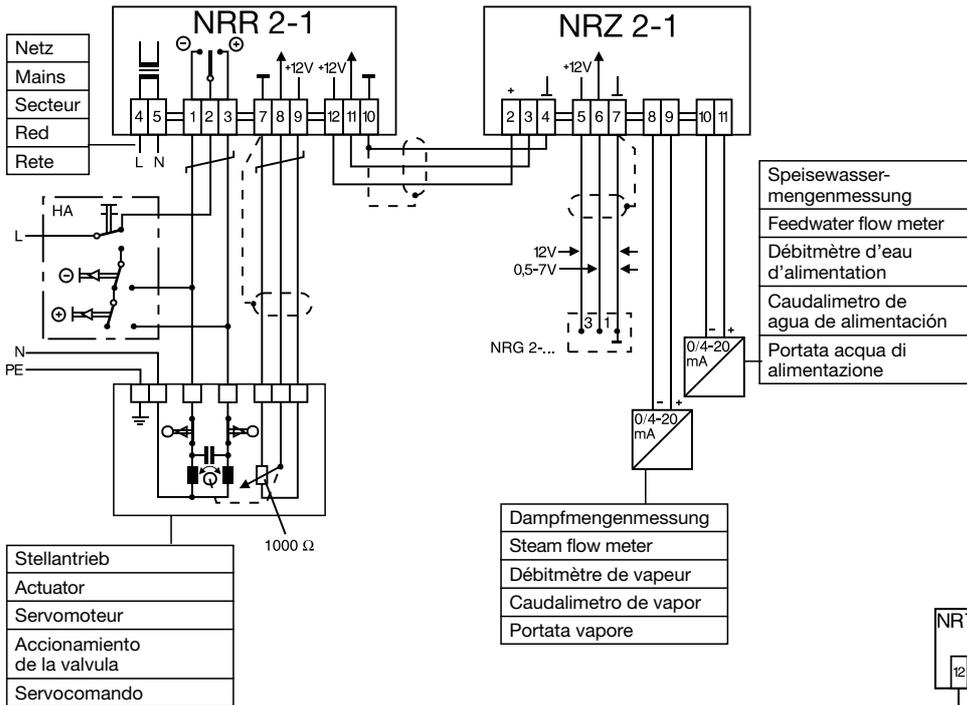
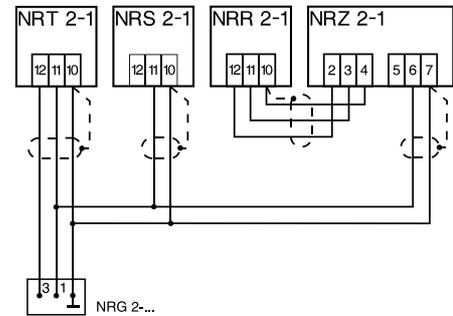
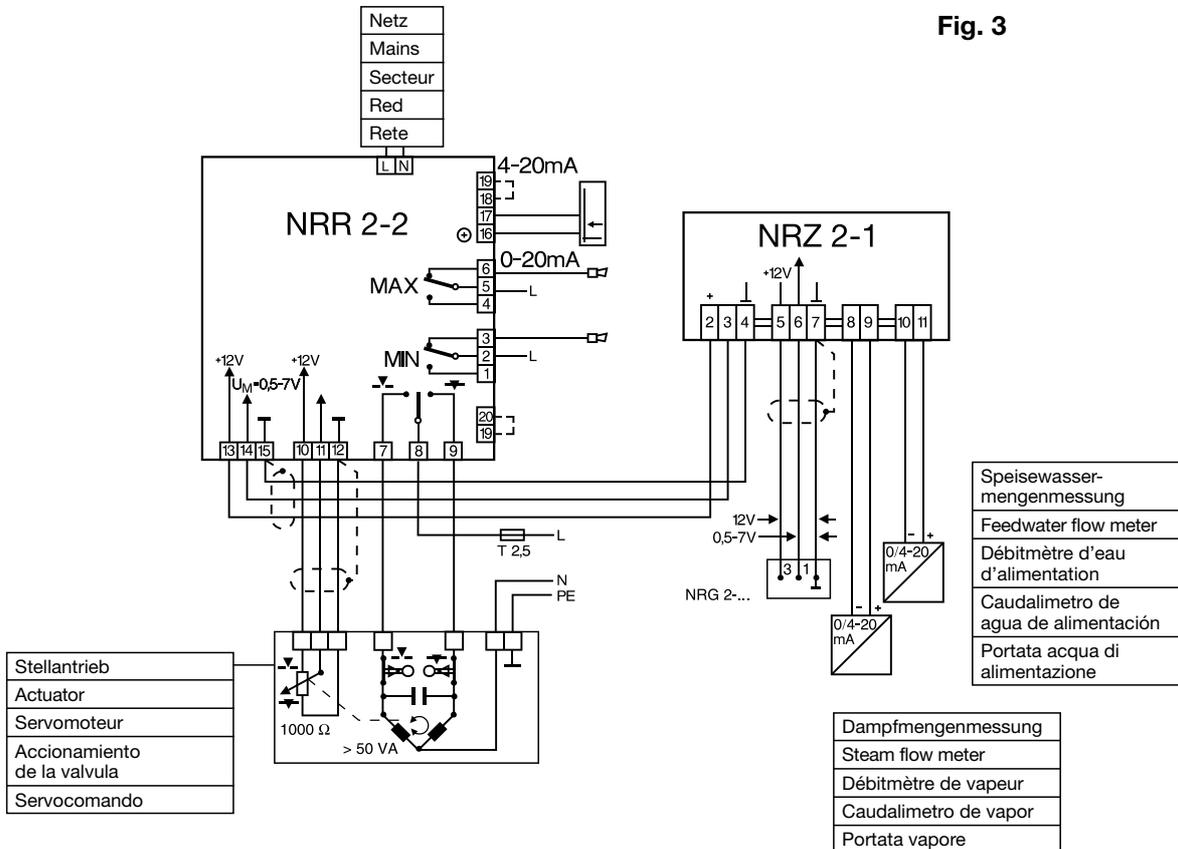

Fig. 1 Schaltplan für NRZ 2-1 in Verbindung mit NRR 2-1
Fig. 3
Fig. 2 Schaltplan für NRZ 2-1 in Verbindung mit NRR 2-2
- Klemmleiste am NRZ 2-1 gemäß Anschlußplan belegen (Fig. 1/ Fig. 2). Fig. 3 zeigt ein Beispiel für den parallelen Anschluß mehrerer Geräte. Die Zuleitung erfordert abgeschirmtes, vieradriges Kabel z.B. I-Y(St)Y 2 x 2 x 0,8 oder LIYCY 4 x 0,5². Länge maximal 100 m.
Stromausgang und Grenzkontakte werden mit dem NRZ 2-1 bewertet und entsprechen bei Lastsprüngen nicht dem aktuellen Istwert. Falls eine Bewertung nicht erwünscht ist, Einzelkomponenten gemäß Fig. 3 einsetzen.